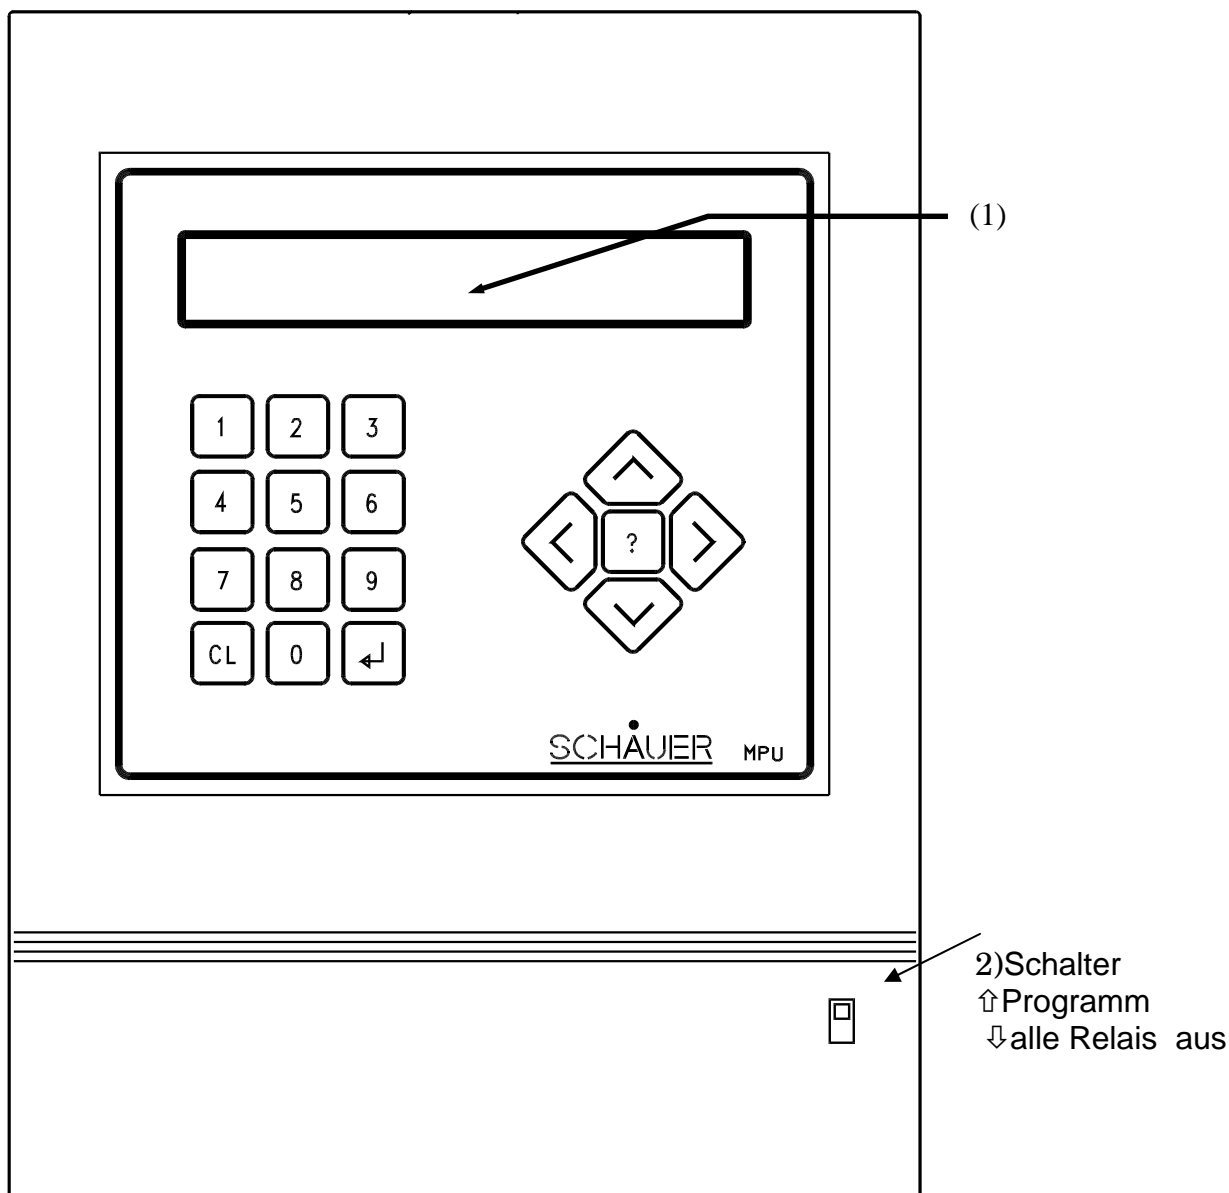

Abbildung 1
Das Gehäuse ist vorsichtig mit einem Schlitzschraubendreher zu öffnen. Dazu wird der Schraubendreher in den Schlitz am Gehäuseoberteil unten mittig eingesteckt. Durch leichtes Drücken des Schraubendrehers und Ziehen am Oberteil kann das Gehäuse entriegelt werden (Siehe Abbildung 1 Position (1)).
Im Gehäuseoberteil befindet sich ein Schalter (Abbildung 1 Position (2)) mit dem **alle** Schaltausgänge deaktiviert werden können.
Im Oberteil befindet sich ein Schalter (Abbildung 1 Position (2)). Dieser schaltet alle Relais der Relaismodule ab, so dass keine Schaltvorgänge möglich sind. Es ist darauf zu achten, dass im Normalbetrieb dieser Schalter eingeschaltet ist. Hierfür steht der Knebel des Schalters in der oberen Stellung
Die Bedienung der Uhr erfolgt über die Tastatur sowie über die LCD-Anzeige (Abbildung 1 Position (1)). Es stehen die Tasten **0** bis **9**, die Eingabetaste **↵**, die Löschtaste **⌫** die Sonderfunktionstaste **?** und die Richtungstasten **↶** **↷** **↵** **↴** zur Verfügung.